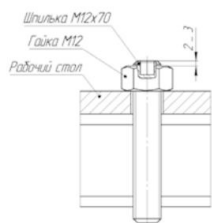

Рис. 1
**ВНИМАНИЕ! Штамп «улитка» при работе должен быть закреплен фиксирующим винтом М12х25 (5).**
4.3.5. Разместить четыре шпильки М12х70 с накрученными на них гайками М12 в монтажные отверстия рабочего стола, соответствующие устанавливаемому модулю (рис. 1). Шестигранное отверстие в шпильке должно располагаться сверху. Верхний торец шпильки должен выступать на 2 ... 3 мм над гайкой.